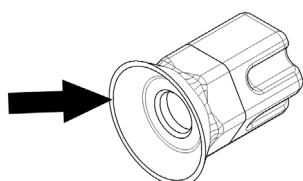

figura 13
**2 Cada mes:** comprobar que la guarnición del empalme hexagonal no esté desgastada. Si lo estuviera, sustituir el empalme con una pieza de recambio original del fabricante (ver figura 13).